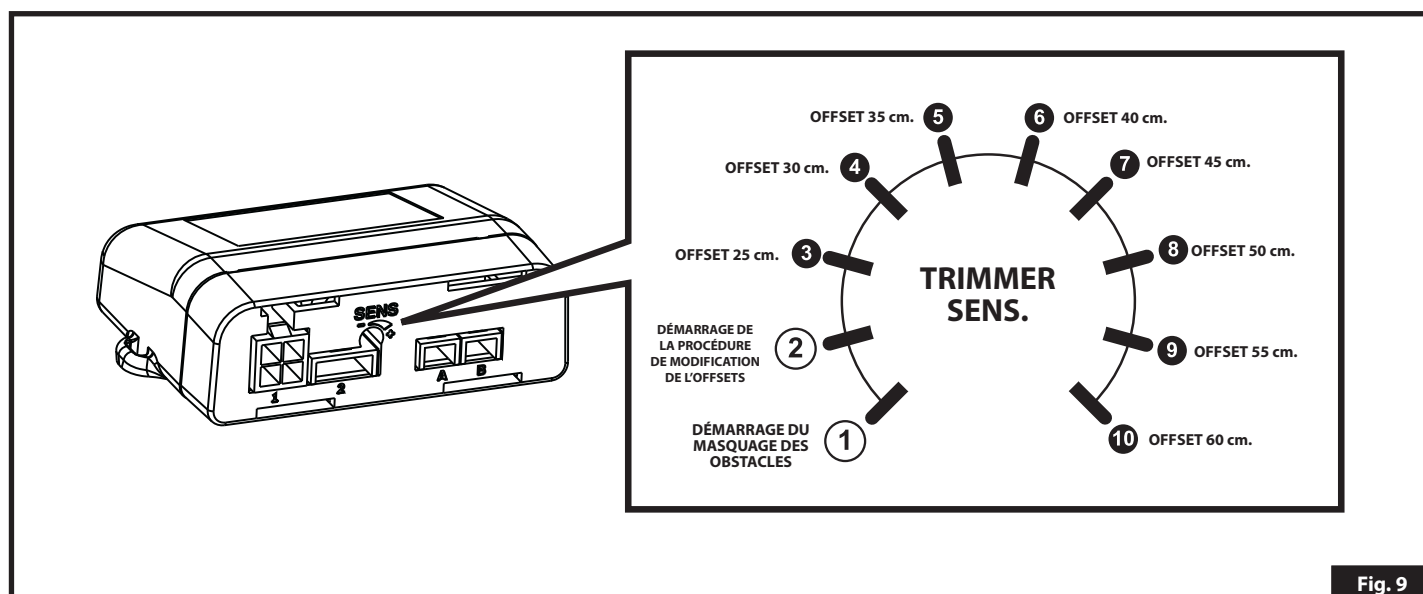

Fig. 9
**NB:** avant de commencer la procédure, décider quel OFFSET doit être mémorisé en identifiant sur la figure 9 la position du trimmer à laquelle il correspond (ex. 45cm= Pos.7).
2. Mettre le trimmer sur 2 (voir la figure 9).
2. Mettre le trimmer sur 1 (voir la figure 9).